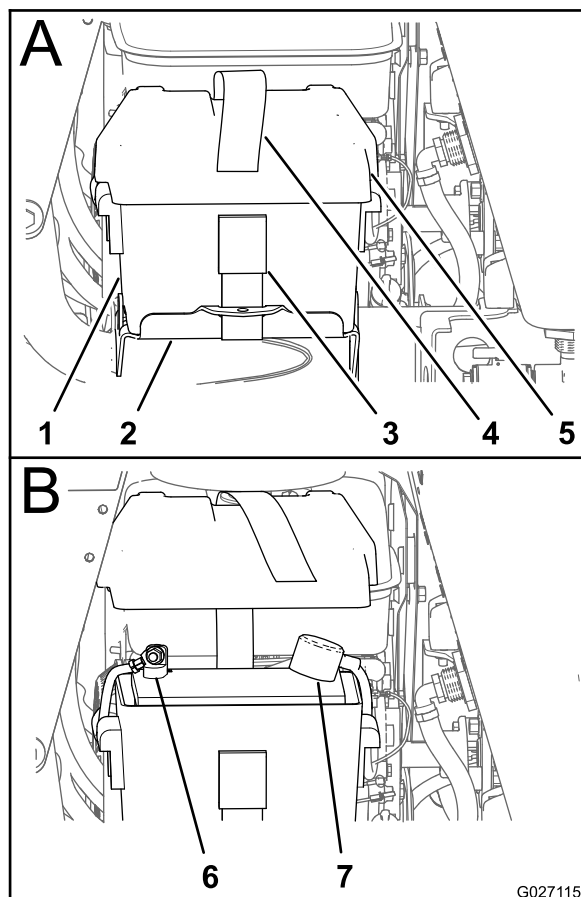

図 87
2. バッテリーストラップの自由端をバックルから外して、バッテリーボックスからカバーを外す 図 87。
5. プラスケーブルも外されていた場合には**プラス赤ケーブル**をバッテリーのプラス端子に接続し、その上からカバーを取り付ける 図 87。
7. バッテリーカバーをバッテリーボックスに合わせ、カバーとボックスをストラップでトレイに固定する 図 87。
2. バッテリーカバー図 87を取り外す2 バッテリー充電状態の確認 (ページ 60)を参照。
6. バッテリーカバーをバッテリーボックスに合わせ、カバーとボックスをストラップでトレイに固定する図 87。